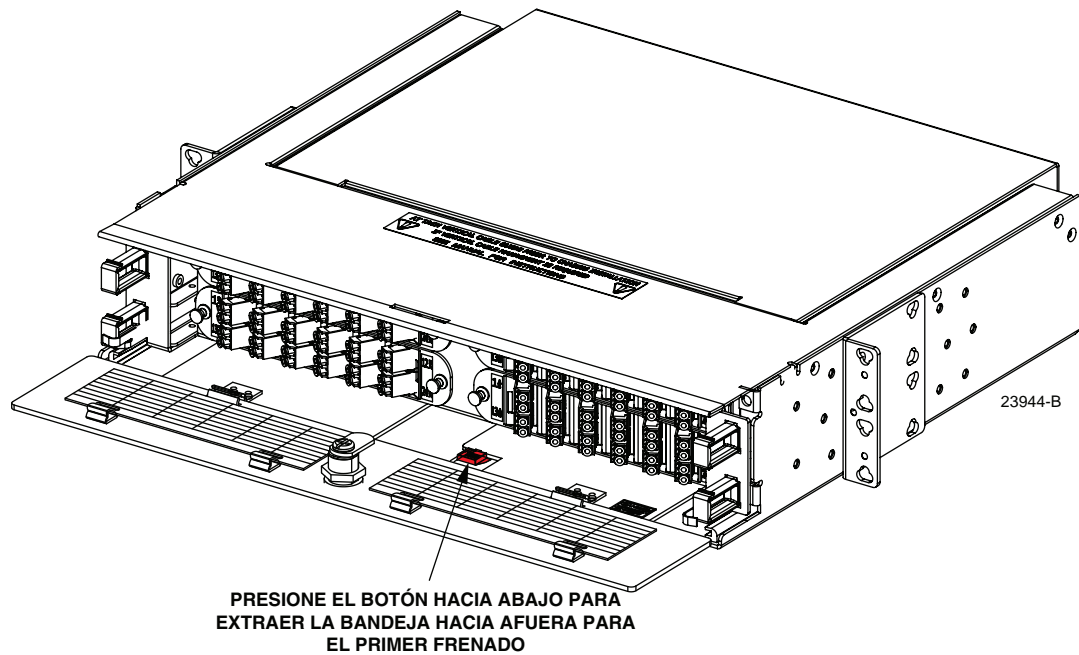

Figura 7. Liberar el panel cerrado para abrirlo
1. Para liberar un panel cerrado, presione el botón de liberación hacia abajo, como se muestra en la Figura 7, y deslice el panel hacia afuera para el primer frenado.